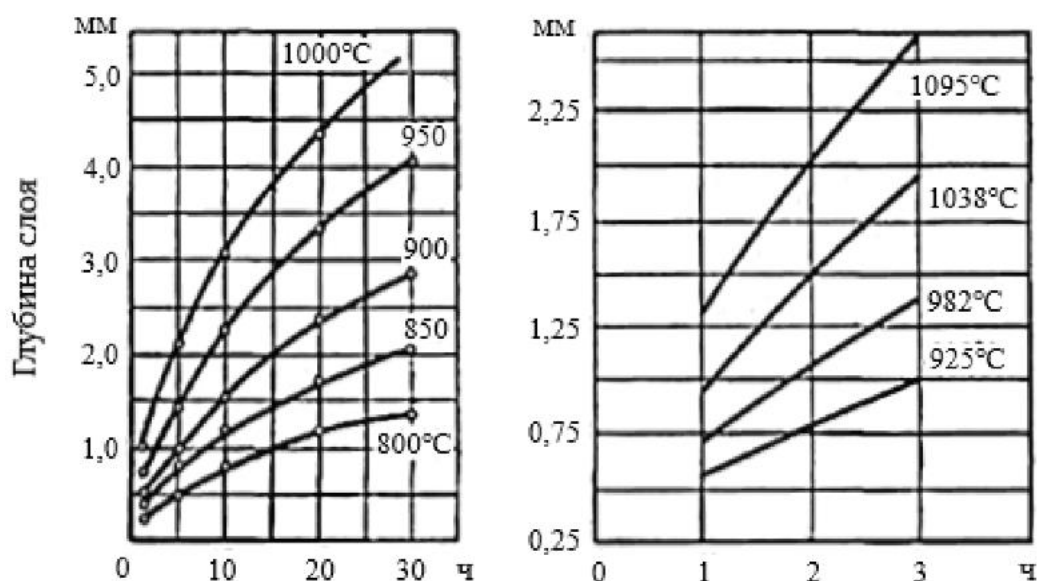

Рисунок 1 – Зависимость толщины цементованного слоя от времени и температуры обработки
- существенное уменьшение времени процесса при большой глубине цементированного слоя по сравнению с другими методами цементации, что возможно благодаря проведению цементации при более высоких температурах (до $1100^{\circ}C$) (рисунок 1);